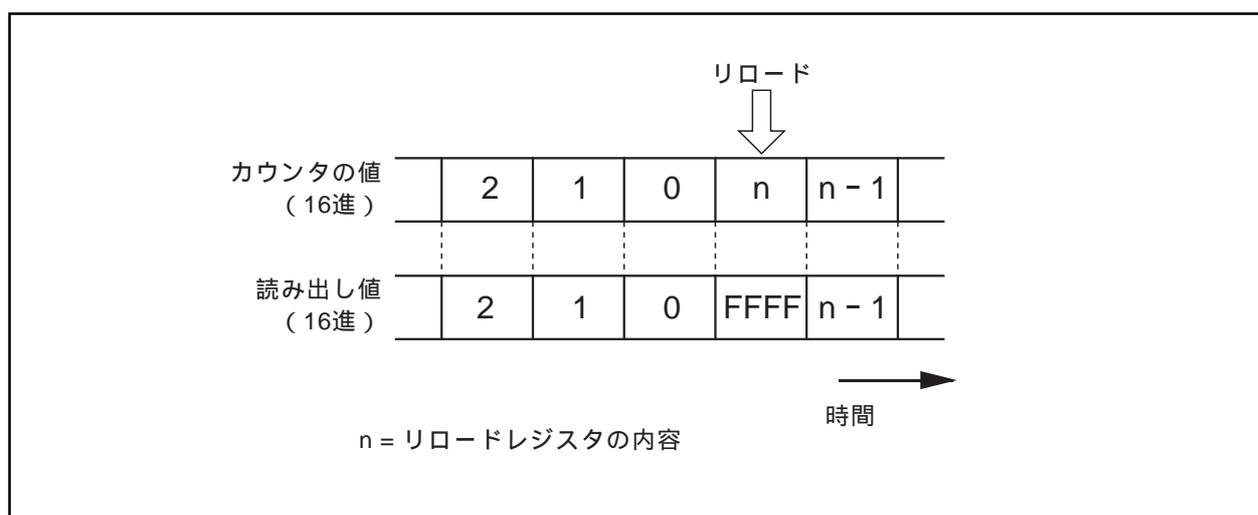

図2.2.28. タイマAiレジスタの読み出し
- 内 容 (1) リセット解除後、カウント開始フラグは“0”です。タイマAiレジスタに値を設定した後、“1”にしてください。
- (2) カウント中のカウンタの値は、タイマAiレジスタを読み出すことによって任意のタイミングで読み出すことができます。ただし、図2.2.28に示すリロードタイミングで読み出した場合、FFFF₁₆が読み出されます。カウント停止中にタイマAiレジスタに値を設定した後、カウントがカウントを開始するまでの期間に読み出しを行った場合、設定値が読み出されます。